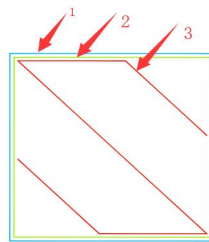

図 7
(2)シェル速度 (単位 mm/s) : モデルシェル (目に見えるモデル側面、外壁とも呼ばれる) の印刷速度 (図 7 中のトラック 1 の印刷速度)。速度が遅いほど、モデルの印刷品質が良くなります。推奨速度範囲：10-40mm/s
(3)内殻速度 (単位 mm/s) : モデル内殻 (内壁とも呼ばれ、モデルの内部構造であり、印刷が完了すると目に見えなくなる) の印刷速度 (図 7 中のトラック 2 の印刷速度)。速度が遅いほど、モデルの印刷品質が良くなります。推奨速度範囲：10-45mm/s
(4)充填速度 (単位 mm/s) : 印刷モデルの内部充填速度 (図 7 中のトラック 3 の印刷速度) ;10-80mm/s